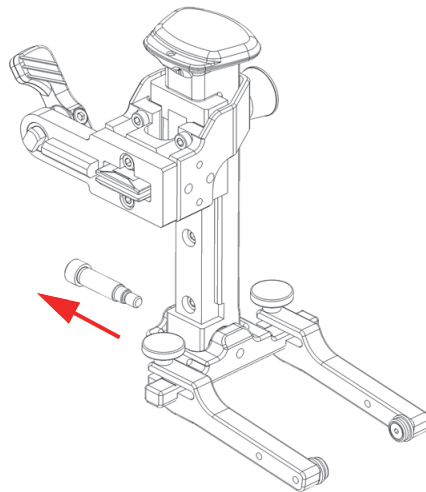

图 2-22 取下辄的旋转梁上的螺钉
4. 使用一个2.5毫米的六角键取下辄的旋转梁上的螺钉（参见第57页的图 2-22）。